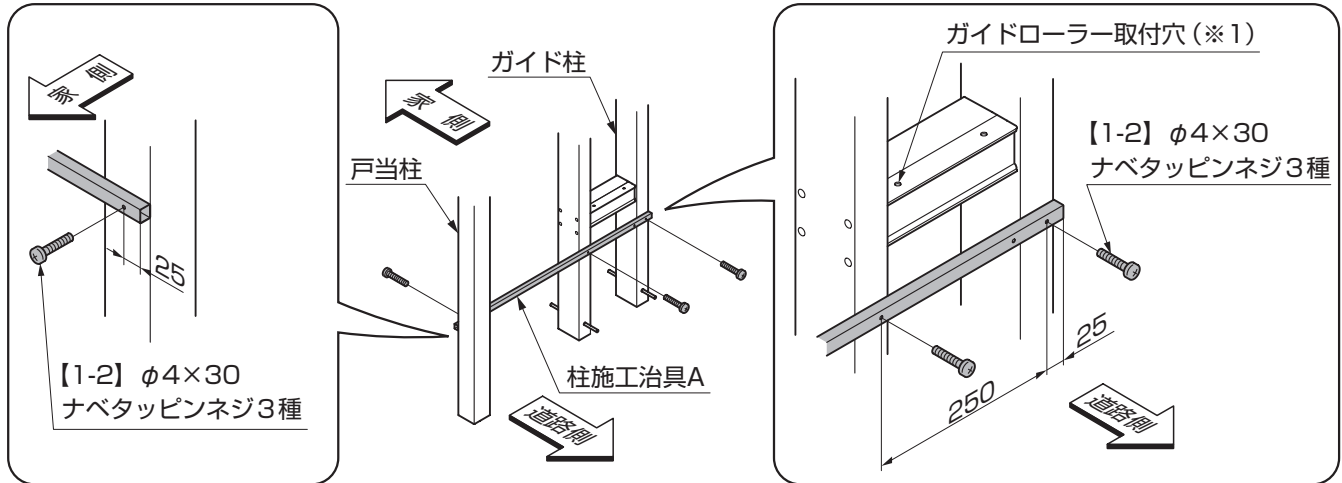

図3-1 片引きW13の場合
①柱施工治具を図3-1、図3-2にしたがって【1-2】で固定してください。